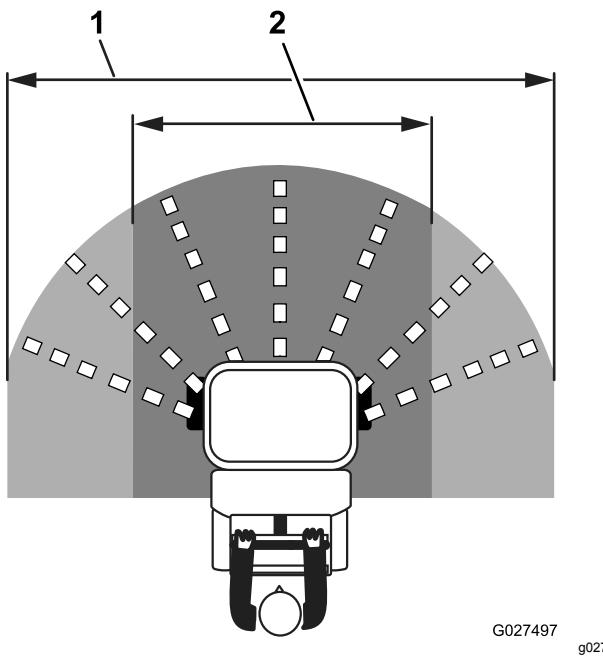

Figure 40
4. Ouvrez la trappe de la turbine d'application petite ou grande largeur pour commencer l'épandage (Figure 40).